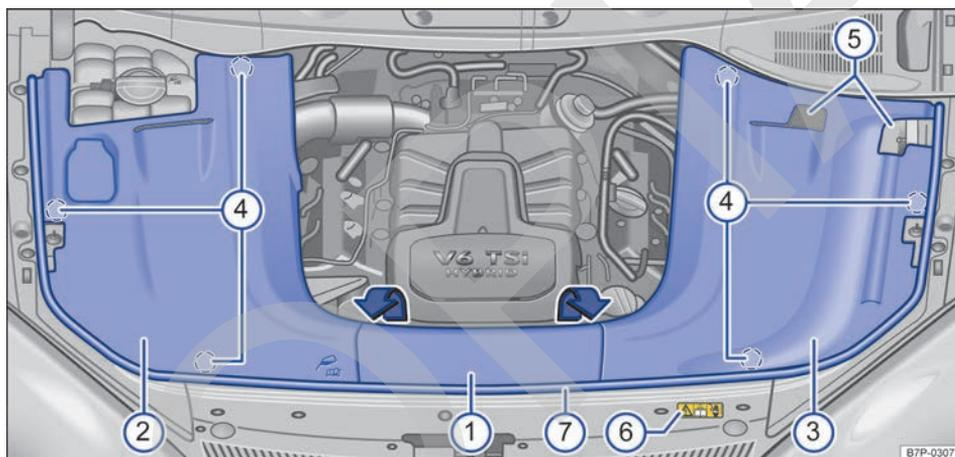

Fig. 180 Con el capó del motor abierto: cubierta del vano motor.
Las cubiertas del vano motor ⓘ y ⓘ → fig. 180 se tienen que desmontar para comprobar y corregir el nivel del líquido refrigerante → pág. 235. Comprobación y corrección del nivel del líquido refrigerante → pág. 340.
Si la red de a bordo de 12 voltios no funciona a causa de una avería en la batería de 12 voltios, el vehículo híbrido se puede poner en marcha mediante la ayuda de arranque si la batería de alto voltaje tiene suficiente carga → pág. 432. Para acceder a las tomas para la ayuda de arranque del vano motor, hay que utilizar los orificios para estas tomas ⓘ que hay en la cubierta ⓘ → fig. 180.
Legenda de la fig. 180:
- ① Cubierta central
- ② Cubierta derecha
- ③ Cubierta izquierda
- ④ Alojamiento
- ⑤ Orificios para las tomas de arranque auxiliar
- ⑥ Letrero de advertencia general de alto voltaje.
- ⑦ Junta del vano motor
Las cubiertas del vano motor ① y ③ → fig. 180 se tienen que desmontar en los siguientes casos:
Las cubiertas del vano motor ① y ② → fig. 180 se tienen que desmontar en los siguientes casos: